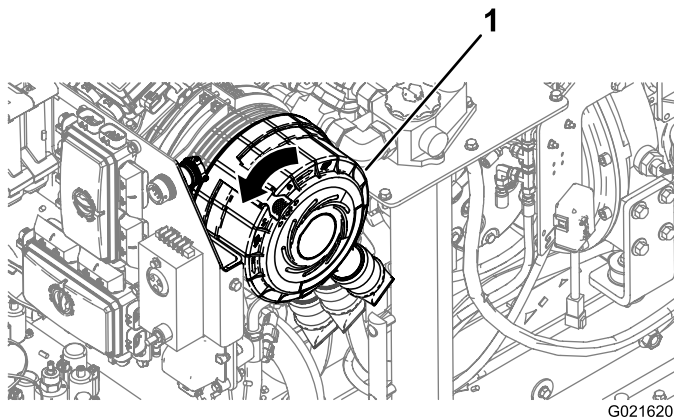

Рисунок 117
6. Поверните крышку фильтра против часовой стрелки, чтобы противопоылевая крышка была в положении «на 4 часа» (Рисунок 117).
4. Поверните крышку фильтра воздухоочистителя по часовой стрелке, чтобы противопопылевая крышка была в положении «4 часа» (Рисунок 117).
5. Нажмите защелку на крышке фильтра воздухоочистителя в направлении вовнутрь, чтобы она полностью зафиксировалась на своем месте (Рисунок 117).